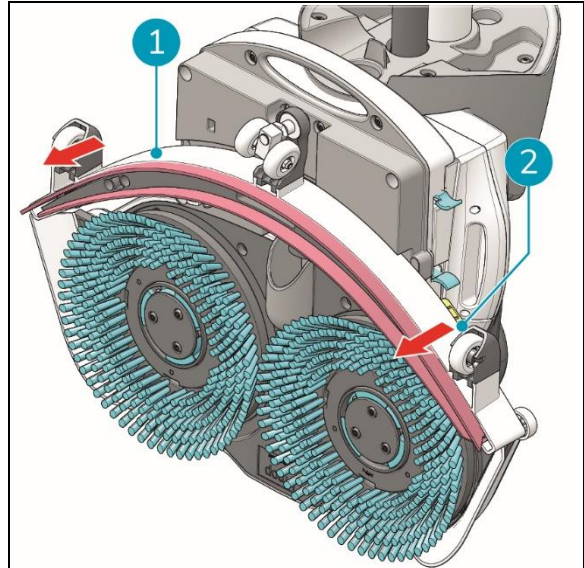

Figure 29
3. Tirez sur le côté gauche de la raclette pour la retirer (Figure 29, pos. 1).
4. Tirez sur le côté droit de la raclette pour la retirer (Figure 29, pos. 2).